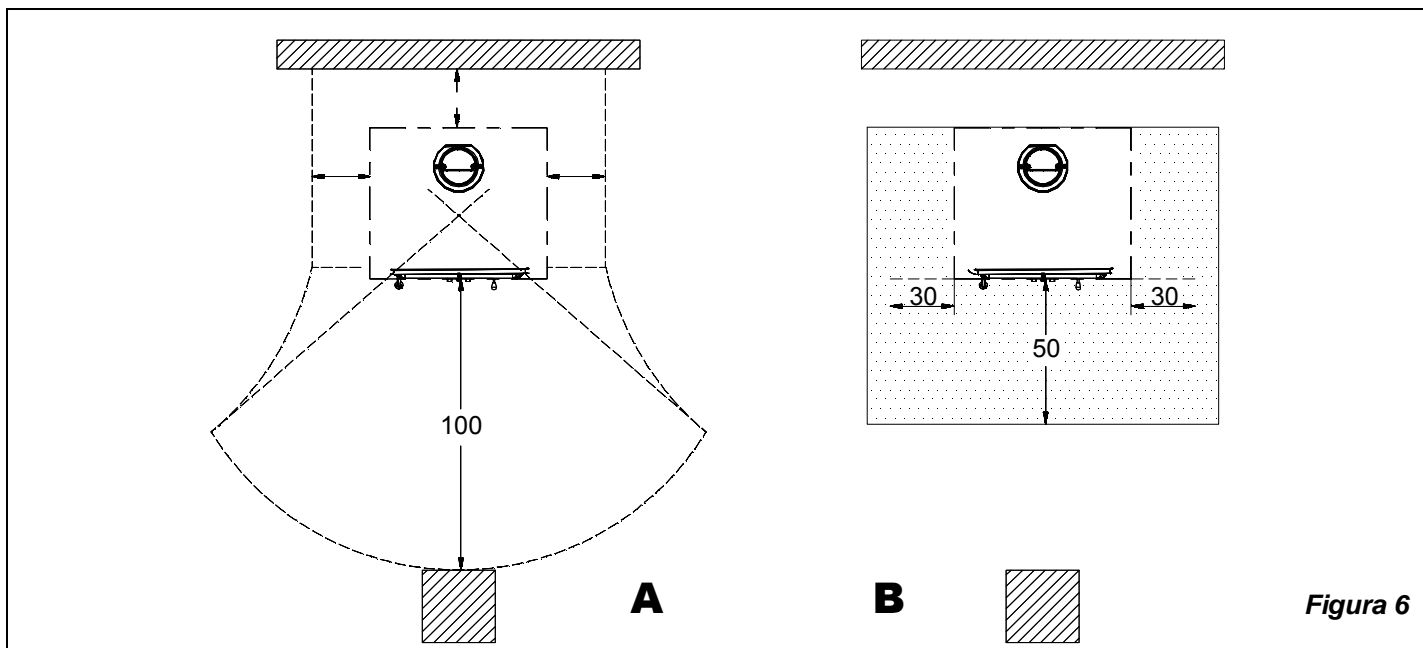

Figura 6
- a) Al fine di assicurare un sufficiente isolamento termico, rispettare la distanza minima di sicurezza dal retro e da entrambi i lati da elementi costruttivi ed oggetti infiammabili e sensibili al calore (mobili, rivestimenti di legno, stoffe ecc.) (vedi Figura 6 - A). **Tutte le distanze minime di sicurezza sono indicate sulla targhetta tecnica del prodotto e NON si deve scendere al di sotto dei valori indicati**
- c) qualora il prodotto venga installato su un pavimento di materiale infiammabile, bisogna prevedere un sottofondo ignifugo. **I pavimenti in materiale infiammabile**, come moquette, parquet o sughero etc., **devono essere sostituiti** da uno strato di materiale non infiammabile, ad esempio ceramica, pietra, vetro o acciaio etc. (dimensioni secondo l'ordinamento regionale). Il sottofondo deve sporgere frontalmente di almeno **50cm** e lateralmente di almeno **30cm** oltre all'apertura della porta di carico. (vedi Figura 6 B).